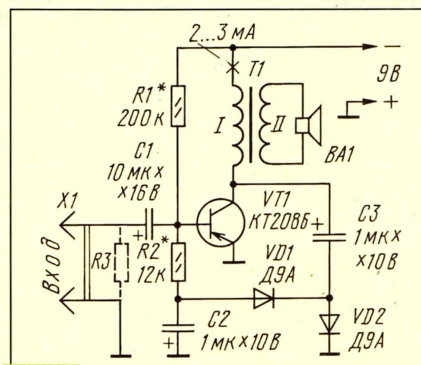

Рис. 2
**Усилитель мощности к плееру.** Если у вас есть простой плеер, скажем, “Sunny Japaп” с выходом на головные телефоны, а нужно организовать коллективное прослушивание музыкальных новинок – выручит усилитель мощности, выполненный по приведенной на рис. 2 схеме.